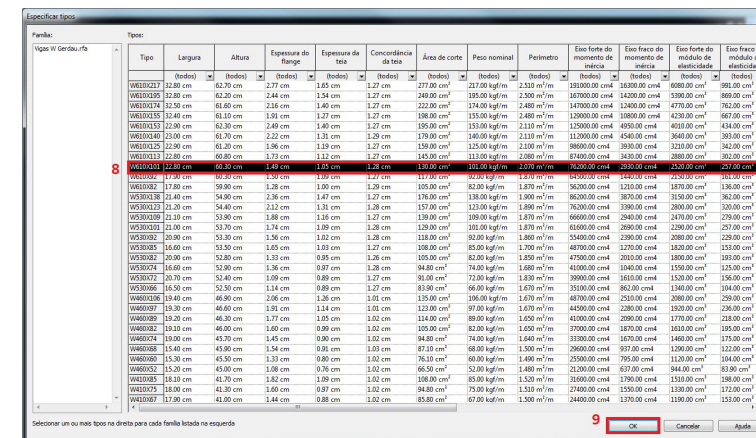

Figura 31 - Selecionar perfil na lista.
8. Ao abrir uma nova janela, selecionar o perfil a ser carregado no projeto, conforme mostra a figura 31.